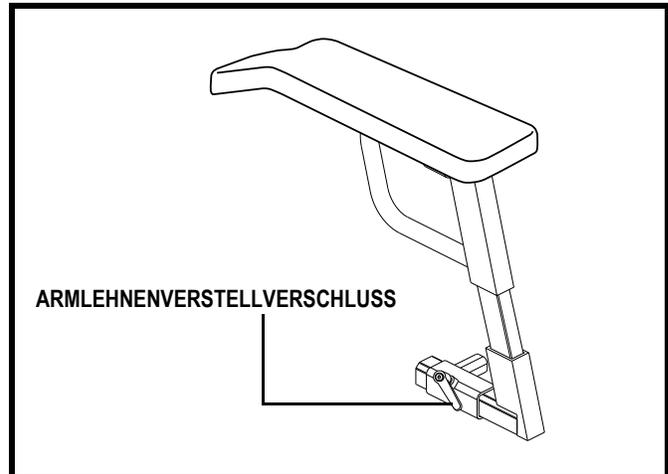

Abb. 14. Einstellung der Armlehnenposition
1. Drehen Sie die Armlehnenverriegelung gegen den Uhrzeigersinn, um sie zu lösen. **Siehe Abbildung 14.**